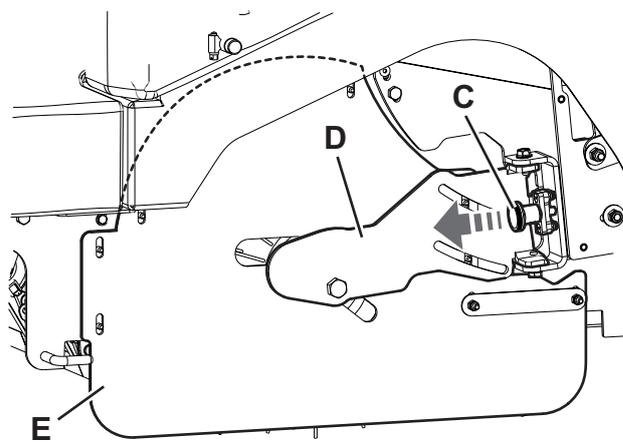
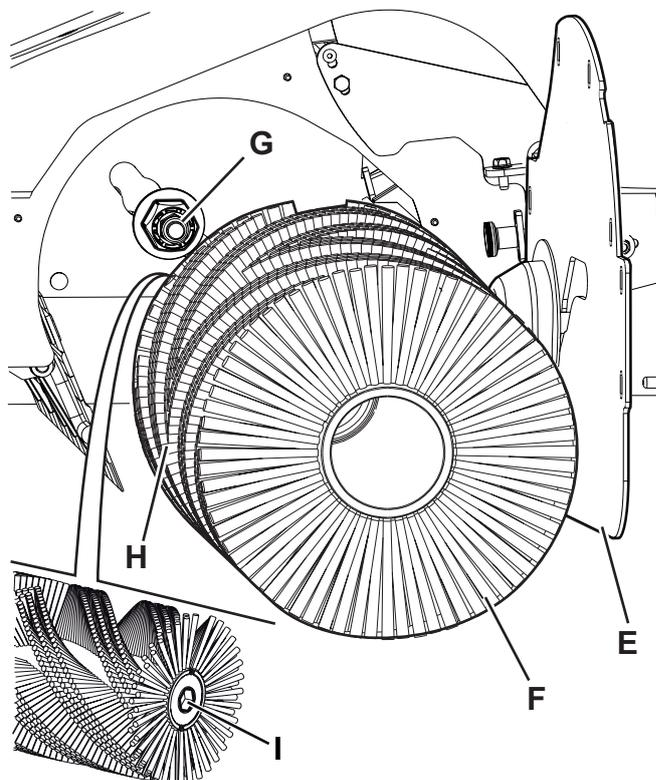

Figure 11
Figure 12
5. Tirer la poignée (C, fig. 11) tel qu'indiqué par la flèche pour dégager le support de fermeture (D).
6. Tourner et ouvrir le support de fermeture (D) en même temps que le volet latéral gauche (E).
7. Enlever le balai central (F, Fig. 12).
8. Vérifier que le moyeu d'entraînement (G) est propre et non obstrué par des objets (cordes, chiffons, etc.) qui s'y seraient enroulés par accident.
9. Installer le nouveau balai central, en orientant les soies tel qu'indiqué à la figure (H).
10. Lorsqu'on installe le nouveau balai central, s'assurer que sa prise hexagonale (I) s'engrène sur son moyeu d'entraînement (G).
11. Tourner et fermer le support de fermeture (D, fig. 11) en phase de fermeture tirer brièvement le pommeau (C) jusqu'au déclic d'accrochage.